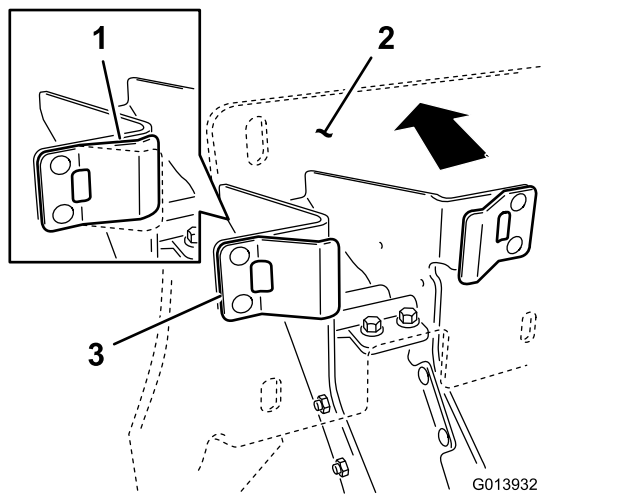

図 20
4. プラスチック製のストップがスプリングのタブに接触していることを確認し、クレードルのバックプレート・アセンブリに力をかけて、スプリングタブを途中まで縮める 図 20